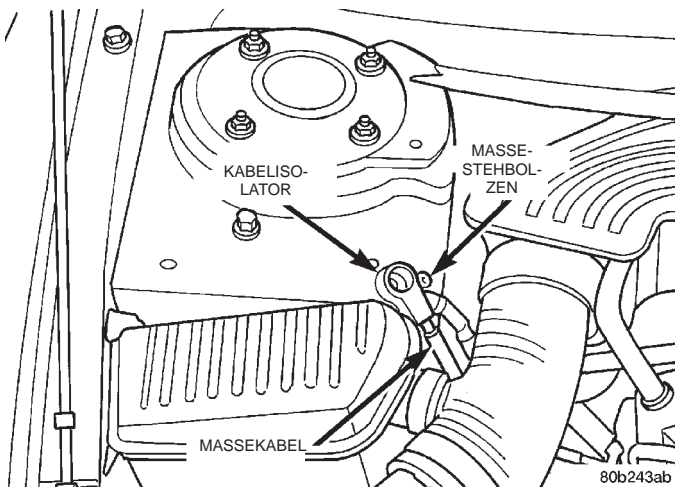

Abb. 9 Korrekt isoliertes Massekabel
(1) Das Massekabel vom Massestehbolzen am rechten Federbeindom lösen.
(2) Bei Instandsetzungsarbeiten am Fahrzeug das Massekabel durch Anbringen des Massekabelisolators am Massestehbolzen des Federbeindoms wie abgebildet isolieren (Abb. 9) und die Mutter auf den Stehbolzen setzen. **Hierdurch wird eine irrtümliche Erdung des Massekabels verhindert.**